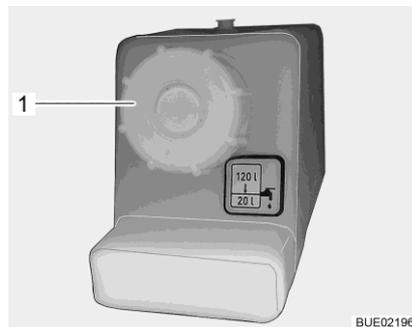

Bild 191 Verschlussdeckel für Trinkwasser-Einfüllstutzen
- Verschlussdeckel (Bild 191,1) entgegen dem Uhrzeigersinn drehen und abnehmen.